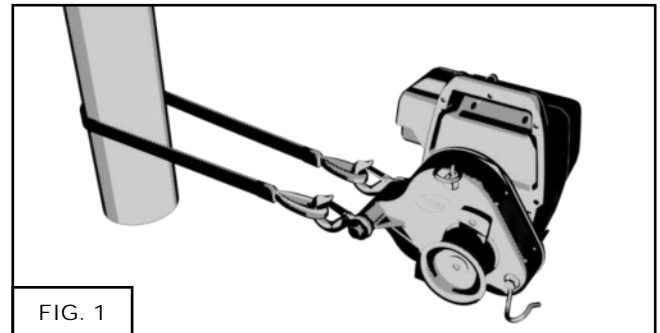

FIG. 1
Aunque en ocasiones puede que no sea suficiente con un simple nudo, recomendamos usar un nudo bolina (Fig. 1).
Su cabrestante se suministra con una eslinga de poliéster de 2 metros. Para el anclaje del cabrestante, enróllelo alrededor del punto de anclaje con la eslinga. Introduzca cada extremo de la eslinga en uno de los dos ganchos situados en la parte posterior del cabrestante (Fig. 1).
- 1) Fig. 1, n.º 1: Utilice un nudo bolina para unir las dos cuerdas.
- 2) Fig. 1, n.º 2: Deje aproximadamente 1 m (3') de cuerda para superar el nudo de la cuerda que tira de la carga. Esta longitud de cuerda se usará para la tracción cuando se deshaga el nudo.